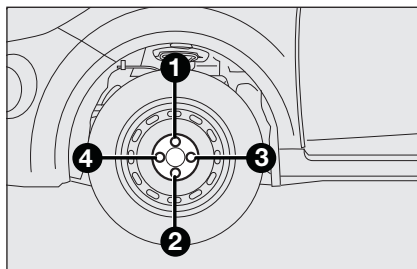

fig. 8
- serrer à fond les boulons, en passant alternativement d'un boulon à celui diamétralement opposé, suivant l'ordre indiqué sur la **fig. 8**.
- en se servant de la clé fournie, serrer à fond les boulons selon l'ordre indiqué **fig. 8** ;